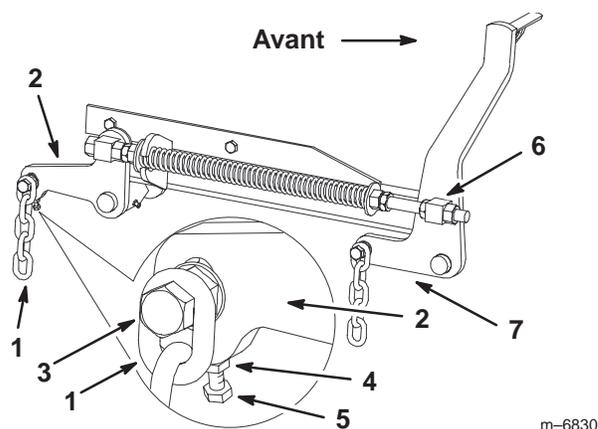

Figure 67
7. Si la distance mesurée au point **B** ou **C** n'est pas correcte, desserrez le boulon de fixation de la chaîne arrière au bras de support arrière (Fig. 67).